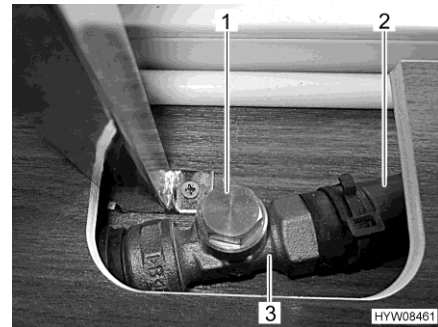

Fig. 164 Estrangulador (abierto)
- Tocar la tubería de derivación (Fig. 164,2) atrás del estrangulador (Fig. 164,3). La manguera deberá estar tibia.